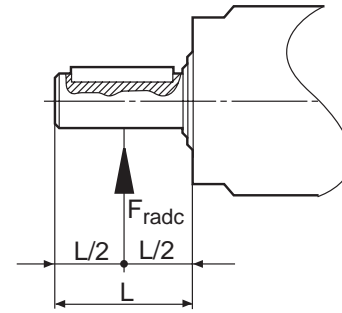

Bild 3: Kraftangriffspunkt in der Mitte.
- a. Die Kraft greift entsprechend Bild 3 in der Mitte des Wellenzapfens an. Der dann geltende Grenzwert kann aus der nachfolgenden Tabelle abgelesen werden und es ist darauf zu achten, daß folgendes gilt: